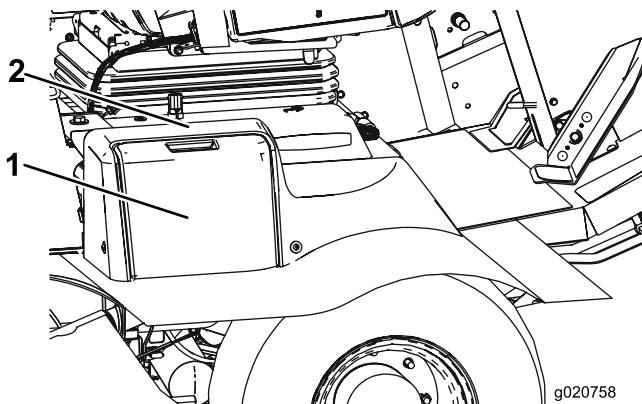

Bild 54
1. Öffnen Sie die Batterieabdeckung (Bild 54). an der Seite der Motorhaube.
Hinweis: Üben Sie Druck auf die flache Oberfläche über der Batterieabdeckung aus, um das Entfernen zu erleichtern (Bild 54).